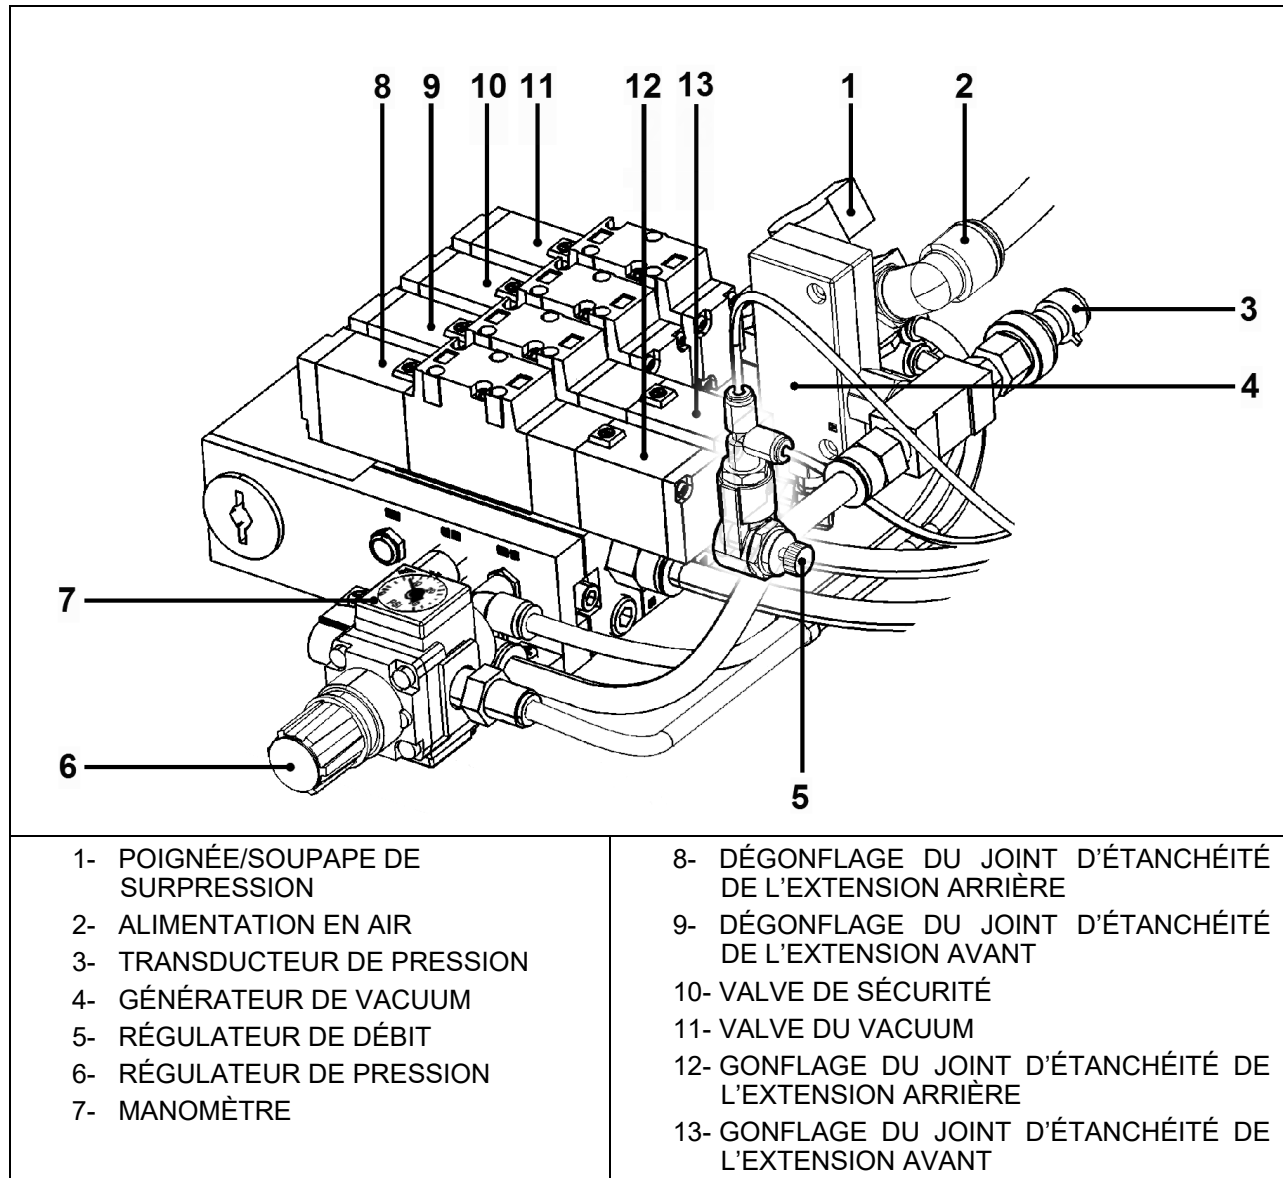

FIGURE 47: PANNEAU DES COMPOSANTS PNEUMATIQUES
La conduite d'alimentation du panneau des composants pneumatiques (item 2, Figure 47) est connectée à la soupape d'admission de pression d'air sur le panneau pneumatique dans le compartiment de service avant.